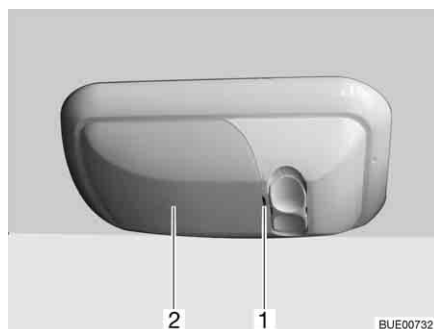

Bild 227 Lastlampa
- Bänd försiktigt loss kåpan (Bild 227,2) vid skåran (Bild 227,1) med hjälp av ett lämpligt verktyg (t. ex. skruvmejsel) och tag bort den.